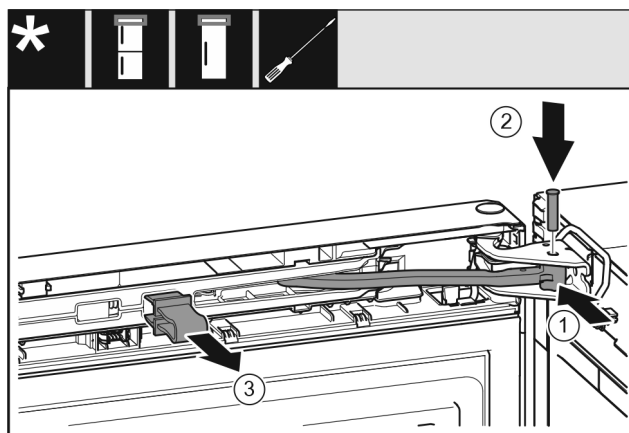

Fig. 43
- ▶ Rotiți articulația Fig. 43 (1) în suportul de lagăr.
- ▶ Introduceți bolțul Fig. 43 (2) în suportul de lagăr și articulație. Urmăriți ca respectiva camă de fixare să fie așezată corect în canelură.
► Detașați siguranța Fig. 43 (3).